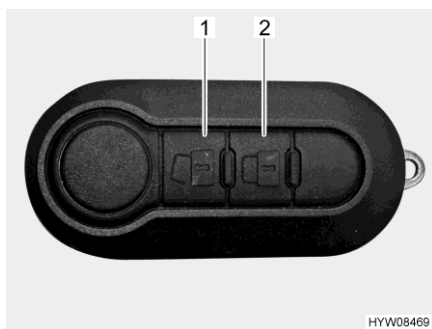

Bild 49 Fjärrstyrning centrallås
- Lås upp dörrarna: ■ Tryck en gång kort på knapp  (Bild 49,1). Dörrlåsen är upplåsta.
- Lås dörrarna: ■ Tryck en gång kort på knapp  (Bild 49,2). Dörrlåsen är låsta.